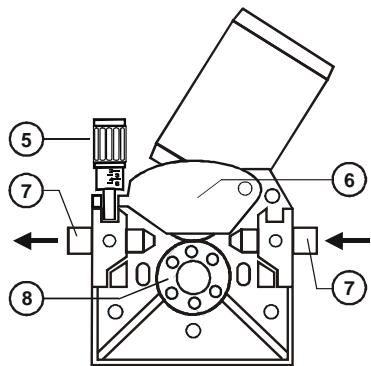

Fig.2
- Los rodillos (8-Fig.2) y la punta de contacto del soplete (9-Fig.3) deben corresponder al diámetro de hilo a utilizar.
- Conducir el hilo por los rodillos y la guía del hilo (7-Fig.2) avanzándolo a la mano unos centímetros. Cerrar las palancas de tracción (6-Fig.2) verificando que el hilo está posicionado sobre la ranura del rodillo. Para ajustar la presión de las palancas de tracción sobre el hilo debe apretarse cuidadosamente el tornillo de regulación (5-Fig.2) hasta verificar que el hilo avanza. Este ajuste debe ser completado con la maquina en funcionamiento evitando ajustes muy forzados que provocan aplastamiento del hilo.